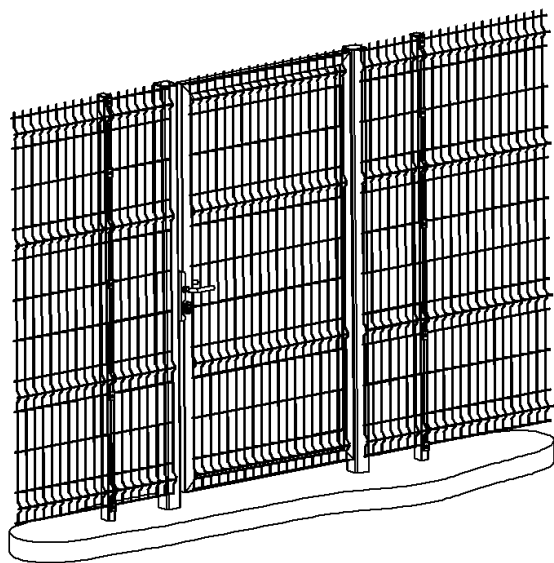

Рис.9
- Без крепления панелей заграждения к опорам калитки (монтаж выполняется согласно выше приведенной инструкции см. рис.9).